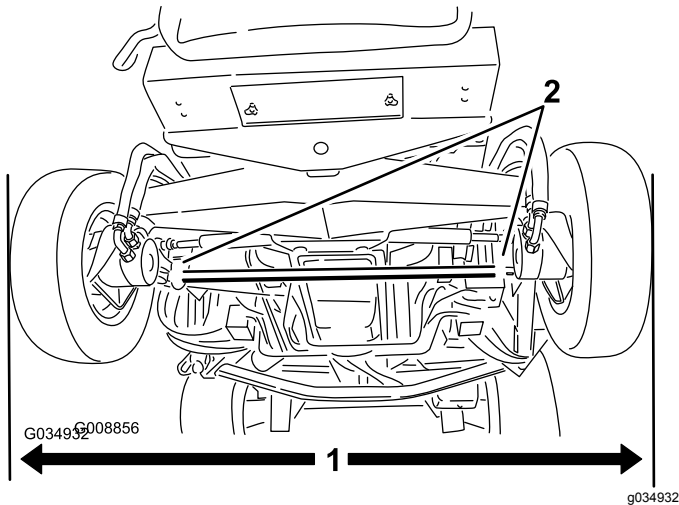

Figura 105
1. Con las ruedas traseras enderezadas, mida la distancia exterior (a la altura del eje) en la parte delantera y trasera de las ruedas traseras (Figura 105).
2. Para ajustar la convergencia, afloje las abrazaderas en ambos extremos de las bielas (Figura 105).